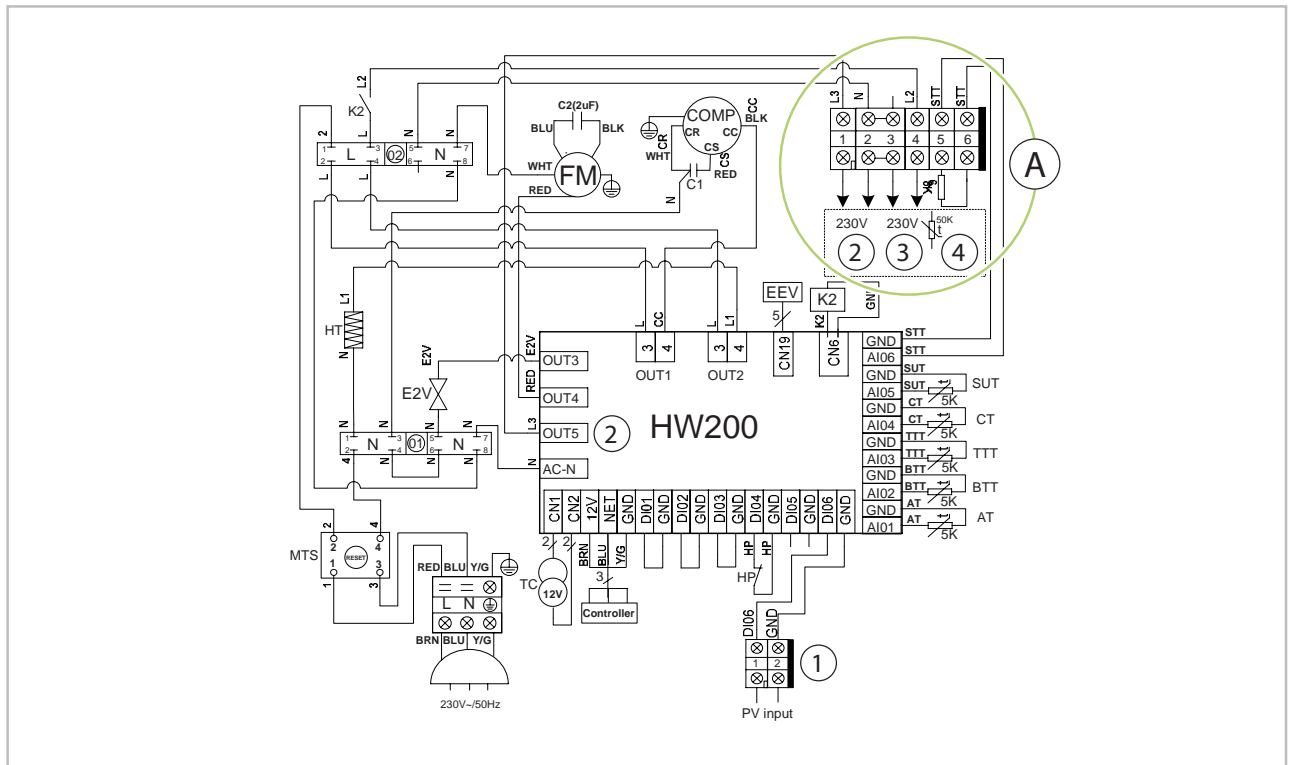

Abb. 40: Elektrisches Schaltschema Brauchwasser-Wärmepumpe mit Solaranbindung
- Zum Betrieb der Wärmepumpe in Verbindung mit max. 7,5 m2 solarer Kollektorfläche muss nach Erstellung des hydraulischen Anschlusses noch der im Lieferumfang enthaltene Kollektorfühler angeschlossen werden. Nutzen Sie hierfür den entsprechenden Messpunkt Ihrer Kollektorfläche und schließen Sie den Fühler am Anschluss (Abb. 40) Klemme 4 an. Die Solarkollektorpumpe wird an der Klemmen 2 installiert.
Für den Betrieb der REMKO RBW-Brauchwasser Wärmepumpe in Verbindung mit einer Photovoltaik Anlage haben Sie die Möglichkeit den potentialfreien Kontakt (Abb. 40) Klemme 1 zu verwenden.